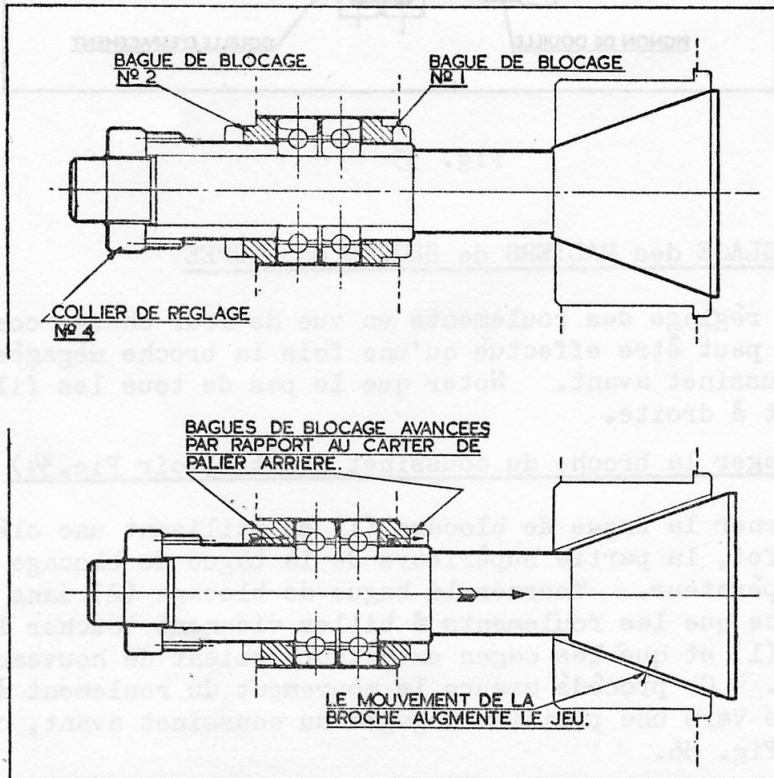

Fig. 36 Mouvement de broche exagéré
Tourner la bague de blocage (1) en utilisant une clé "C" prévue à cet effet, la partie supérieure de la bague de blocage étant tournée vers l'opérateur. Tourner la bague de blocage (2) dans le même sens, jusqu'à ce que les roulements à billes viennent toucher la bague de blocage (1) et que les cages extérieurs soient de nouveau bloquées ensemble. Ce procédé assure le mouvement du roulement à billes et de la broche vers une position dégagée du coussinet avant, comme indiqué dans la Fig. 36.